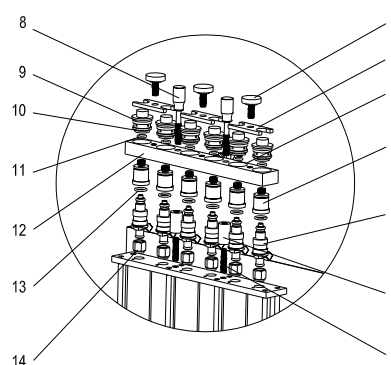

Рис. 06
- 6) Установить распределитель топлива и форсунки на установку. Зафиксировать распределитель с помощью шпилек, рифленых гаек и болтов. См. Рис. 06